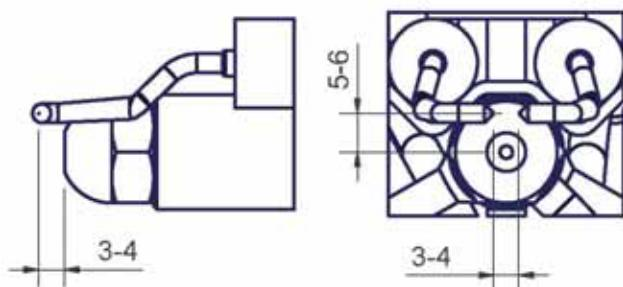

Рис. 48
- Проверьте запальныи электроды, очистите, отрегулируйте и, при необходимости, замените (см. Рис. 48).
Отрегулировать положение электродов, соблюдая размеры (в мм), указанные на Рис. 48.